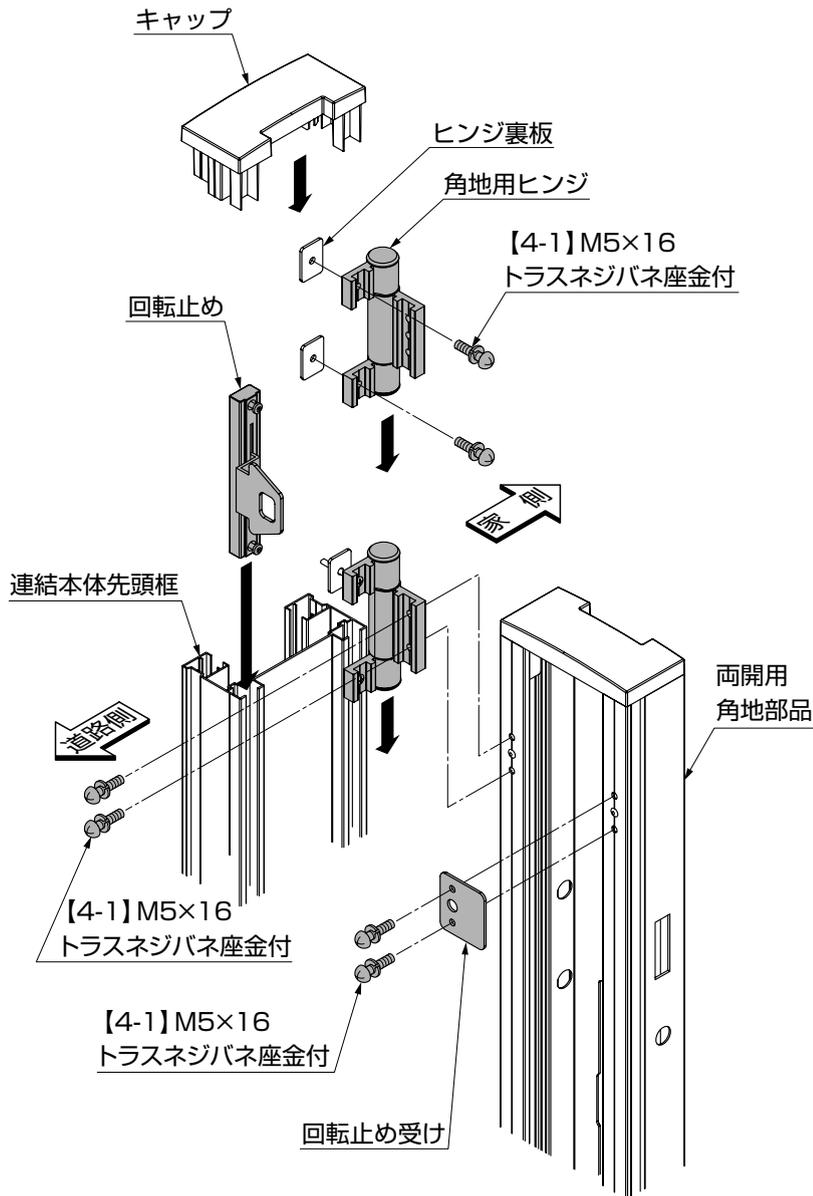
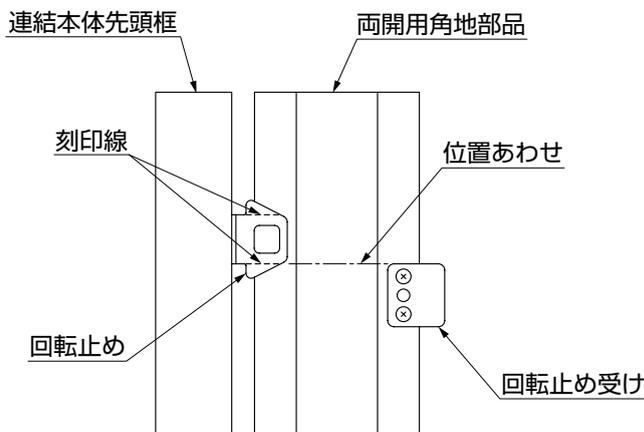

図6-1
図6-2
- ① 連結本体先頭框のキャップを上へ引上げてはずしてください。
- ② 連結本体先頭框の家側のスリット部分に角地用ヒンジを2個挿入し、両開用角地部品に固定してください。(図6-1参照)
- ③ 連結本体先頭框の上端と両開用角地部品の下端を合わせ、連結本体先頭框に【4-1】で固定してください。(図6-1参照)
- ④ 回転止め受けを両開用角地部品の道路側に取り付けてください。(図6-1参照)
- ⑤ 回転止めを連結本体先頭框の道路側スリットに挿入してください。
- ⑥ 回転止めの位置を調整し、回転止めのネジを締めて固定してください。(図6-2参照)
- ⑦ ①で外した連結本体先頭框のキャップを取り付けてください。(図6-1参照)
- ⑧ 両開用角地部品に錠受け金具の取付けを参考に錠受け金具（両開き用）とハンドル受け（道路側）、ハンドル受け（家側）を取付けてください。（「3-3錠受け金具の取付け（1）両開きの場合」参照）